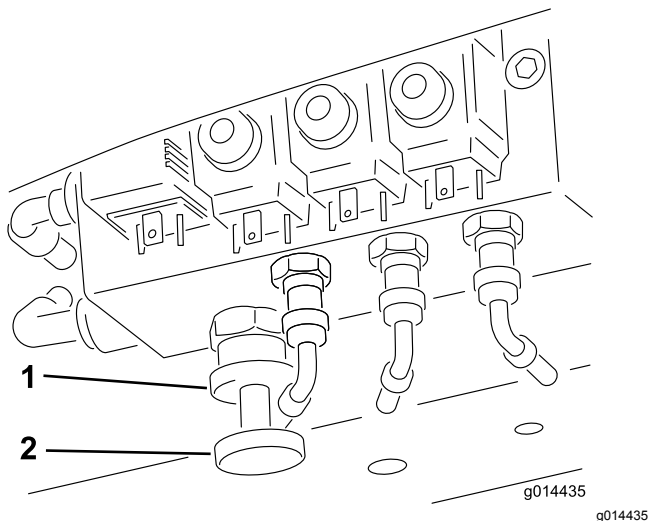

Bild 32
Aktivieren der Gewichtsverlagerung: Das Ausmaß der Gewichtsverlagerung kann je nach Einsatzbedingungen verstellt werden, indem Sie das Handrad für die Gewichtsverlagerung wie folgt drehen (Bild 32):
1. Lösen Sie die Sicherungsmutter des Ventils um eine halbe Umdrehung nach links und halten sie in dieser Stellung (Bild 32).
2. Drehen Sie das Ventilhandrad (Bild 32) nach links, um die Gewichtsverlagerung zu verringern, oder nach rechts, um die Gewichtsverlagerung zu erhöhen.